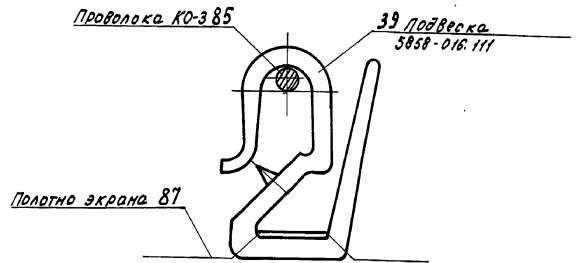

Рис. 1. Узел крепления пленки
- б) закрепить пленку подвеской поз. 39 согласно эскизу на рис. 1, предварительно сделав в пленке 2 отв. для прохода подвески.